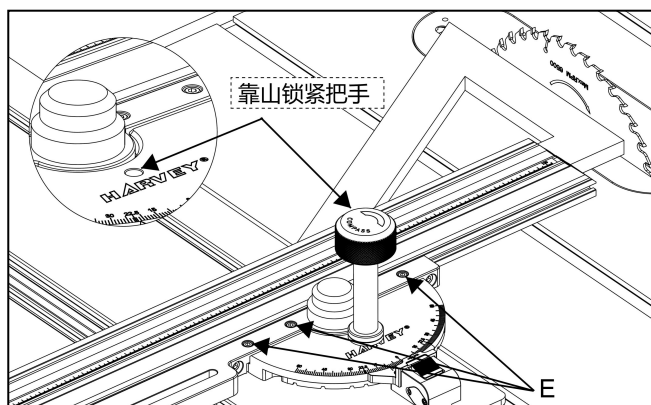

图 21
3. 拆下靠山锁紧手柄，穿过刻度盘预留孔锁紧刻度盘，如图 21 所示。（刻度盘上预留孔，专门用于角度校准。）
4. 将锯片升到最高点，使用直角尺或类似的工具，检查锯片与靠山之间是否垂直，如存在偏差，松开刻度盘固定螺钉“E”，如图 21，摆动靠山，使靠山垂直于锯片，调整完成后锁紧螺钉“E”。